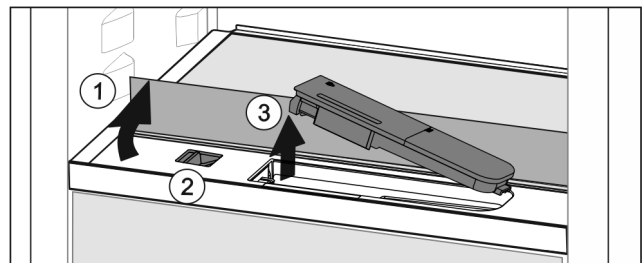

Fig. 120
- ▶ Glasplaat heffen en tot de aanslag naar achter klappen Fig. 120 (1).
- ▶ Schuif Fig. 120 (2) naar links schuiven.
- ▶ Waterreservoir eruit halen Fig. 120 (3).